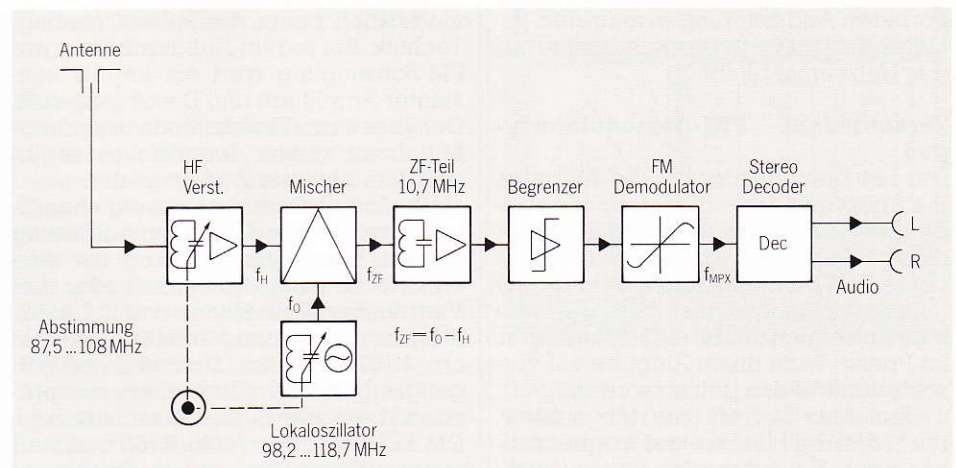

Bild 1
Bild 1 zeigt das vereinfachte Blockschaltbild eines FM-Rundfunkempfängers. Das Hochfrequenz (HF)-Signal gelangt von der Antenne zum selektiven HF-Verstärker. Die nachfolgende Mischstufe hat die Aufgabe, mit Hilfe des abstimmbaren Lokaloszillators die Umsetzung auf die konstante Zwischenfrequenz (ZF) von 10,7 MHz vorzunehmen. Im Zwischenfrequenzteil wird das eingestellte Stationssignal (Nutzsender) durch geeignete Filter ausreichend selektiert und dem Begrenzer zugeführt. Hier im mehrstufigen Begren-